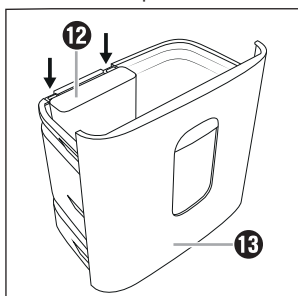

Fig. 3
- ◆ Montez le petit collecteur **12** dans le grand collecteur **13** (voir fig. 3).
- ◆ Remontez le petit collecteur **12** dans le grand collecteur **13** (voir fig. 3).